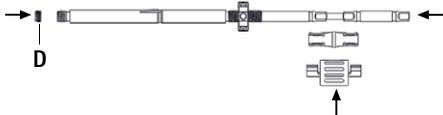

Fig. 11
- Insérer le tournevis dans la douille intérieure, sécuriser avec l'espaceur et fixer la vis de verrouillage D, voir Fig. 11.